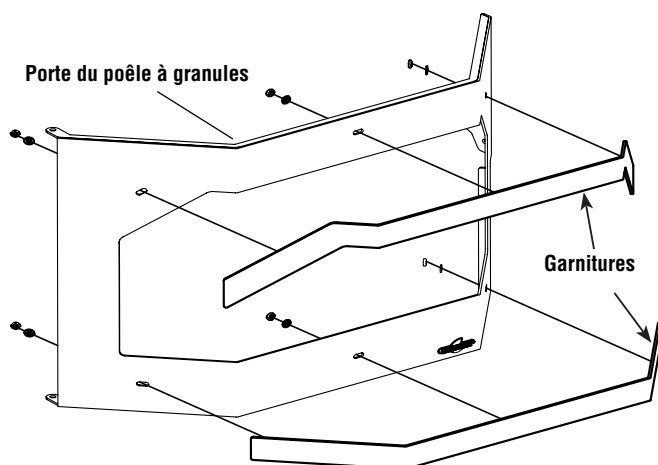
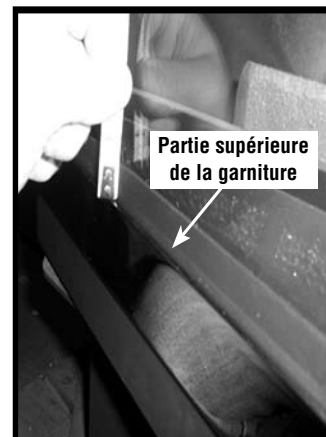

Figure 22
Figure 26
3. Ouvrir la porte avant. Placer la garniture en insérant les ergots dans les trous correspondant sur la porte (*Figures 22 et 25*). La partie supérieure de la garniture ne peut être montée que dans un sens, mais la partie inférieure peut être placée de manière incorrecte. Lors du placement de la partie inférieure, vérifier que la partie supérieure de la garniture est située à 14 mm (9/16 po) de la vitre de la porte (voir *Figure 26*).